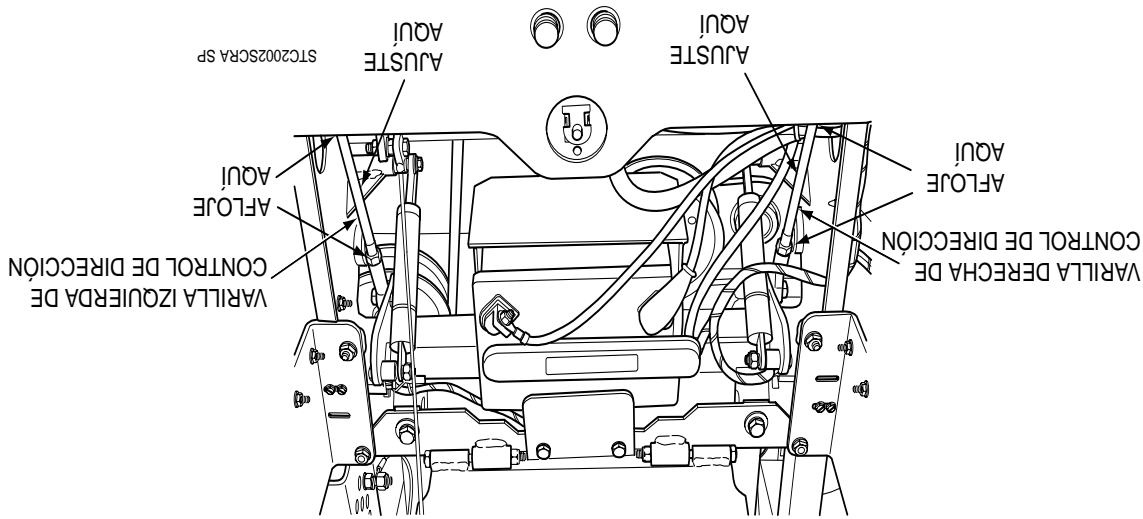

Figura 6-3. Ajuste de la varilla de control de dirección
- A. Detenga la máquina y coloque las palancas de control de dirección en la posición neutral. Afloje las tuercas de bloqueo que aseguran las juntas de rótula en cada extremo de la varilla de control de dirección del lado izquierdo. Gire la varilla de control para acortar la varilla y apriete las tuercas de bloqueo. Esto causará que la varilla de control golpee menos la bomba del lado izquierdo, disminuyendo la velocidad de la rueda de dicho lado. (Vea la Figura 6-3, página 26).
- A. Detenga la máquina y coloque las palancas de control de dirección en la posición neutral. Afloje las tuercas de bloqueo que aseguran las juntas de rótula en cada extremo de la varilla de control de dirección del lado derecho. Gire la varilla de control para acortar la varilla y apriete las tuercas de bloqueo. Esto causará que la bomba del lado derecho golpee menos la bomba del lado derecho, disminuyendo la velocidad de la rueda del lado derecho. (Vea la Figura 6-3, página 26).
4. Ajuste la rueda derecha aflojando las contratuercas en la varilla de control de dirección y gire la varilla hasta que la rueda motriz gire hacia adelante. Gire la varilla en sentido contrario hasta que la rueda motriz deje de moverse. Gire la varilla 1/2 vuelta adicional hacia atrás. (Vea la Figura 6-3).